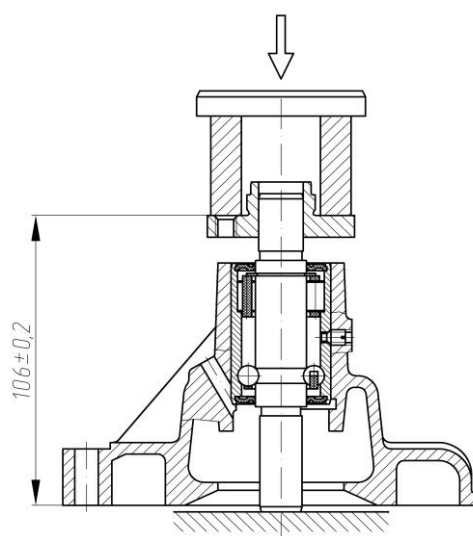

Рисунок 77. Напрессовка ступицы шкива водяного насоса
- напрессовать на валик подшипника ступицу шкива насоса, выдержав размер $(106,0 \pm 0,2)$ мм (рис.77);